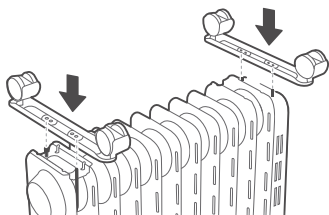

Abbildung 1
2. Richten Sie das Befestigungsloch eines Rad-Paares wie in Abbildung 1 dargestellt aus und befestigen Sie es mit der Schraube am Ende der Heizung. Das andere Rad-Paar wird an der Unterseite des Steuerkastens angeschraubt.